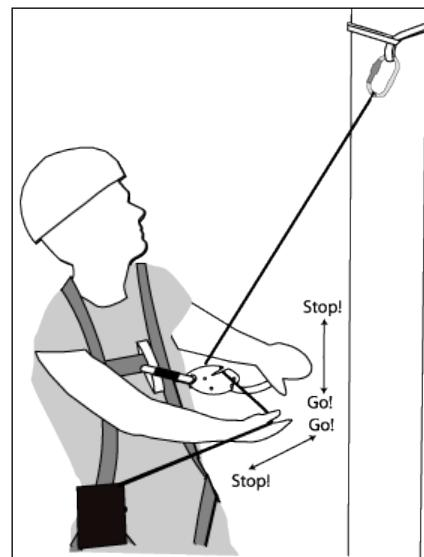

Bild 4 Kontrollerad nedfirning
- 6) Starta nedfirningen med hjälp av Smartline (bild 4).
- 7) Du reglerar nedfirningens hastighet genom att hålla ena handen på handtaget och andra handen på linan under bromsen. Starta med linan vinklad ut från spåret såsom visas i bild 3 och bild 4. Om handtaget trycks nedåt ökar hastigheten. Om handtaget dras uppåt eller släpps avbryts nedfirningen. Extra friktion skapas genom att linan löper i den smala delen av spåret. Håll alltid i linan under nedfirningsbromsen med ena handen så att nedfirningen blir kontrollerad.